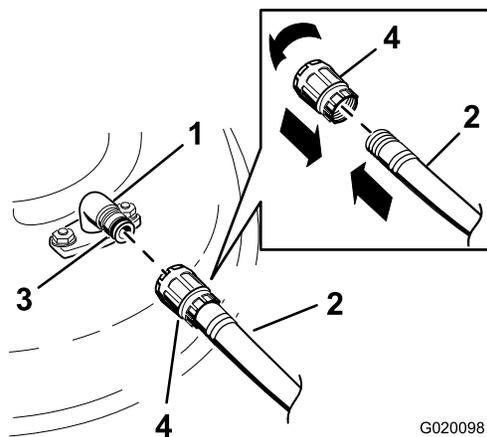

Рисунок 73
3. Подсоедините шланговую муфту к концу штуцера промывки газонокосилки и установите регулятор подачи воды в положение большого расхода (Рисунок 73).